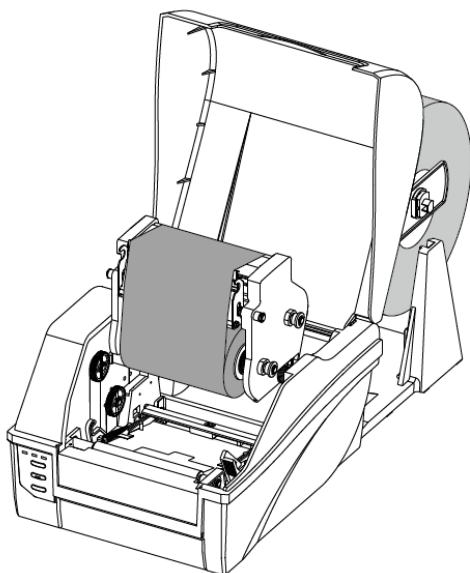

Рисунок 2-17 Загрузка носителя
5. Расположите рулон носителя в центре шпинделя, используя линейку на шпинделе носителя для выравнивания. См. Рисунок 2-17.